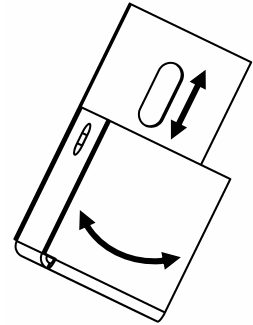

Bild 4-27
2. Lossa skruven så att fästet kan flyttas. TA INTE BORT SKRUVEN. Sensorfästet kan vridas och flyttas upp och ner i spåret på fästet, som bild 4-27 visar.